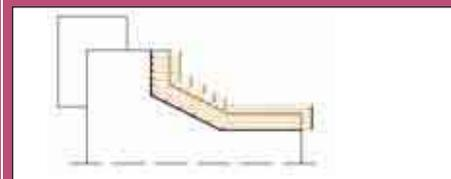

Рис. 20
*Использовать цикл = НЕТ* (рис. 20)